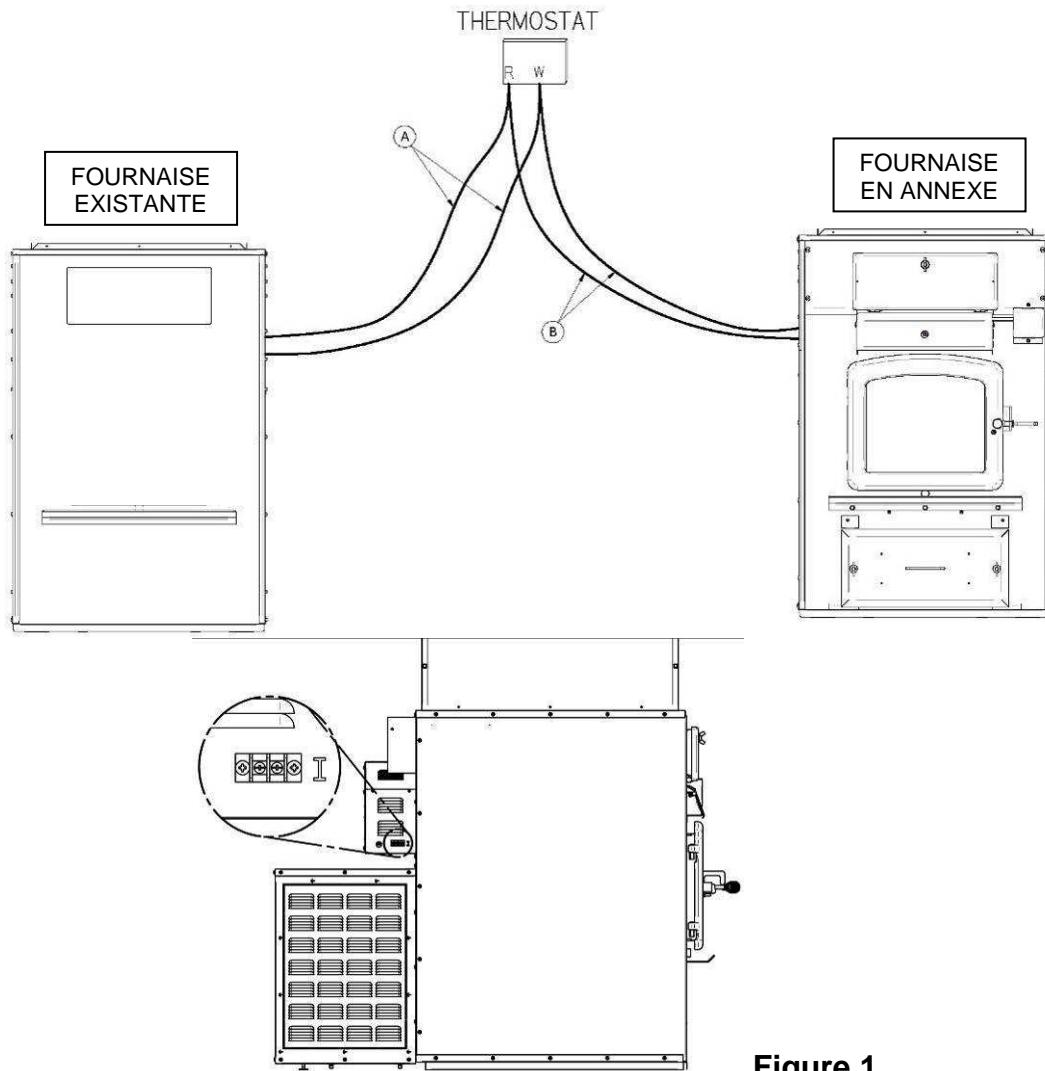

Figure 1
- 1- À partir du bornier de la fournaise existante, relier 2 nouveaux fils (B) au fils existant (A) du thermostat et les fixer au terminal sur la carte électronique identifié « I » (interlock) de la fournaise en annexe (voir **Figure 1**).
2- À partir du thermostat branché à la fournaise existante, raccorder 2 nouveaux fils (B) sur les bornes R et W de votre thermostat et les fixer au terminal sur la carte électronique identifié « I » (interlock) de la fournaise en annexe (voir **Figure 1**).